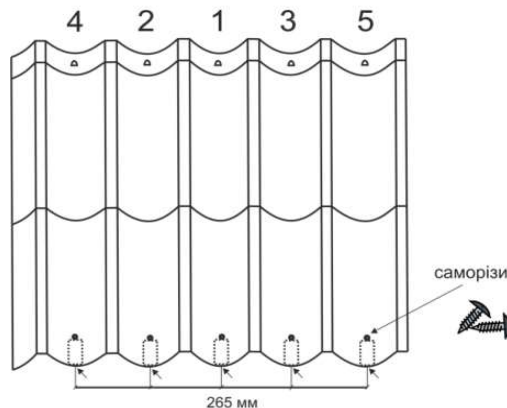

Рисунок 3. Кріплення першого ряду металочерепиці до стартових кронштейнів
- Для більш надійного кріплення перший ряд металочерепиці рекомендується додатково закріпити до стартових кронштейнів покрівельними саморізами (рис.3).
- Щоб уникнути зриву листів під час сильних вітрів рекомендується перший ряд кріпити до карнизу саморізами, відступаючи від основи на 50 мм по одному саморізу на кожну хвилю (рис.3)